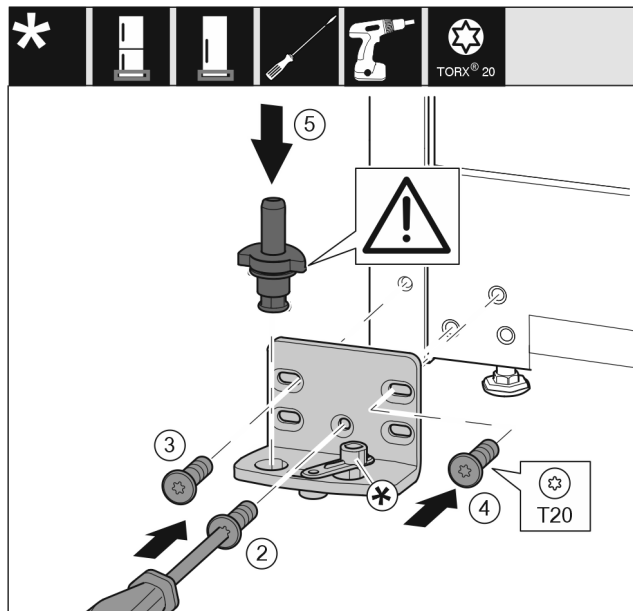

Fig. 17
- ▶ Εφαρμόστε το στήριγμα στην άλλη πλευρά και βιδώστε το με τη βοήθεια ενός κατσαβιδιού T20. Αρχίστε με τη βίδα 2 κάτω στο κέντρο. Fig. 17 (2)
- ▶ Σφίξτε τη βίδα 3 και 4. Fig. 17 (3,4)
- ▶ Τοποθετήστε ολόκληρο τον πείρο. Βεβαιωθείτε ότι το έκκεντρο ασφάλισης είναι στραμμένο προς τα πίσω. Fig. 17 (5)